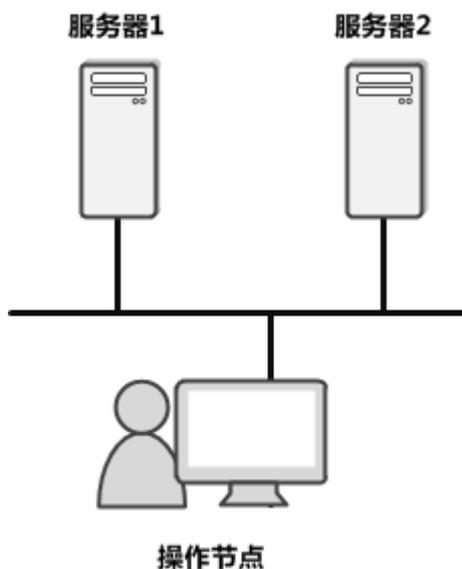

图 3-1 网络结构图
- 网络结构图如图 3-1所示，网络中存在冗余服务器，但没有网络冗余。